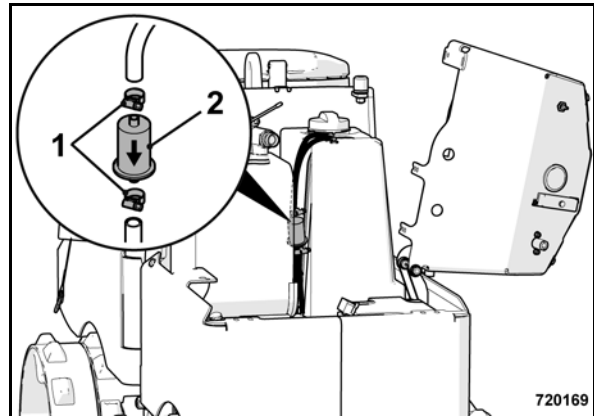

Рис. 112
- Ослабить хомуты для шланга (1) (Рис. 112) на фильтре грубой очистки топлива (2).